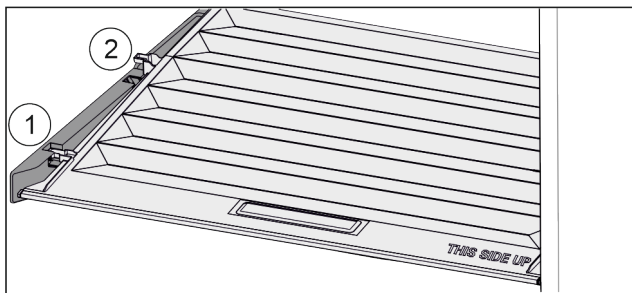

Fig. 36
- ▶ Veko potiahnite dopredu až k otvoru v prídržných dieloch Fig. 36 (1).
- ▶ Vzadu ho nadvihnite zospodu a zložte smerom nahor Fig. 36 (2).